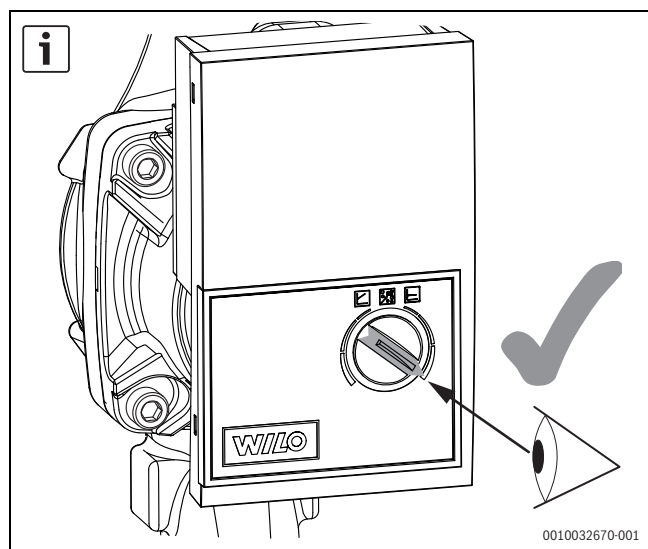
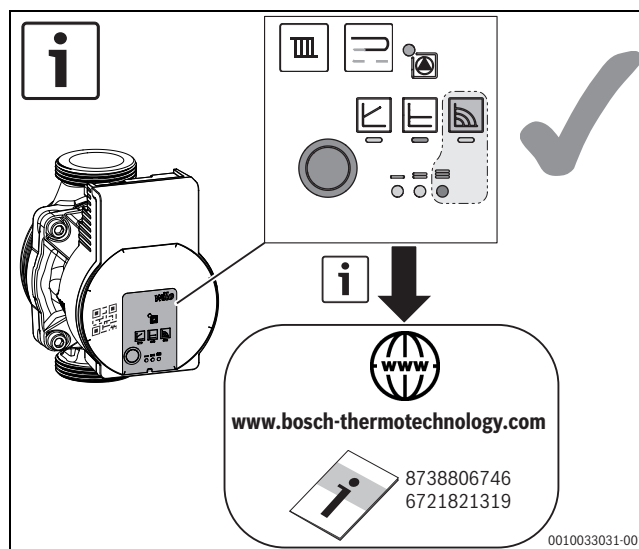

Bild 13 Einstellung der Pumpe (Beispiel)
Bild 14 Einstellung der Pumpe (Beispiel)
- ▶ Pumpe auf Stufe 3 einstellen (→Bild 13 bzw. Bild 14).